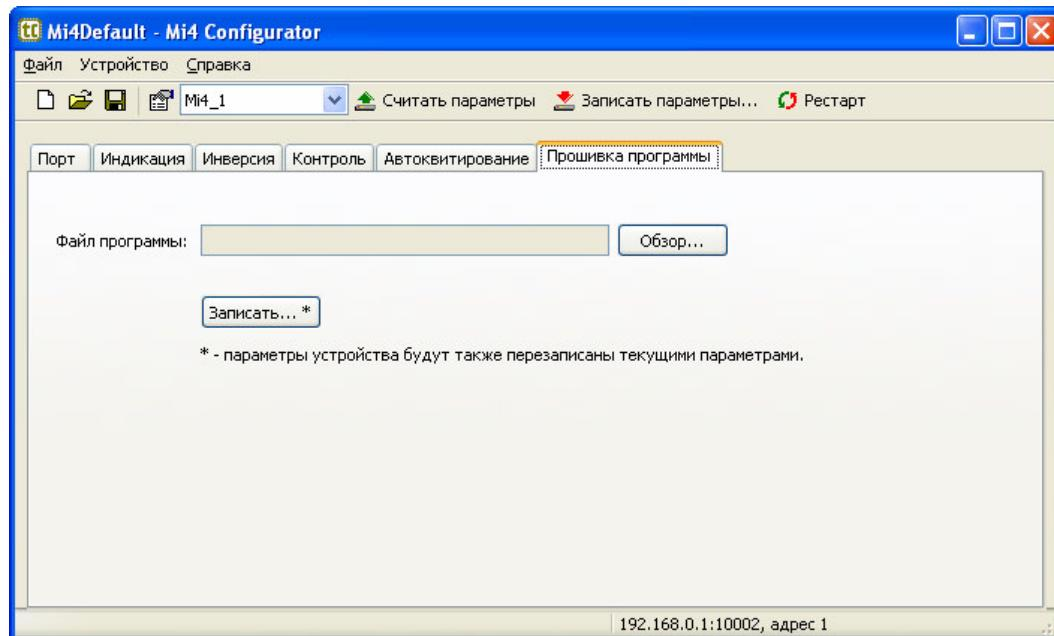

Рисунок 14 – Закладка «Прошивка программы»
Для обновления внутренней программы модуля выберите закладку «Прошивка программы» программы Mi4 Configurator (рисунок 14). Выберите (кнопка «Обзор...») Файл резидента модуля с расширением «а90» для загрузки в модуль и нажмите кнопку «Записать...*» - параметры устройства также будут перезаписаны текущими параметрами, установленными на других закладках программы.
4. Двойным щелчком мыши изменить состояние требуемых ключей, в соответствующих ячейках таблицы, при изменении состояния, ячейка меняет свой цвет на красный, рисунок 14.